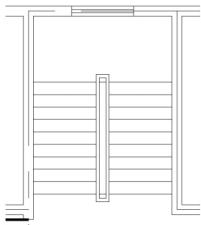

图 2.104 修剪扶手和梯井内的踏步线
(4) 在命令行输入 “Tr” 并按 Enter 键, 启动【剪切】命令, 选择外部的矩形为剪切边界, 将图形修剪至如图 2.104 所示的状态。